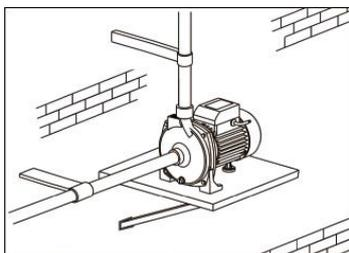

Рисунок 2
1. Установка насосных трубопроводов должна быть, как можно короче, не нужно делать несколько соединений. Несущий каркас должен быть расположен на входе воды (см. рисунок 2,3).